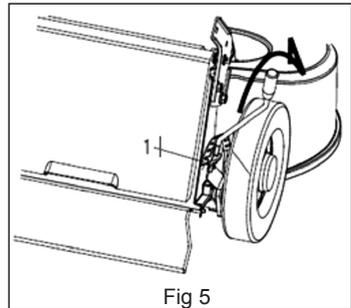

Fig 5
- Ecartez le levier de façon à le libérer du support cranté (fig.5).